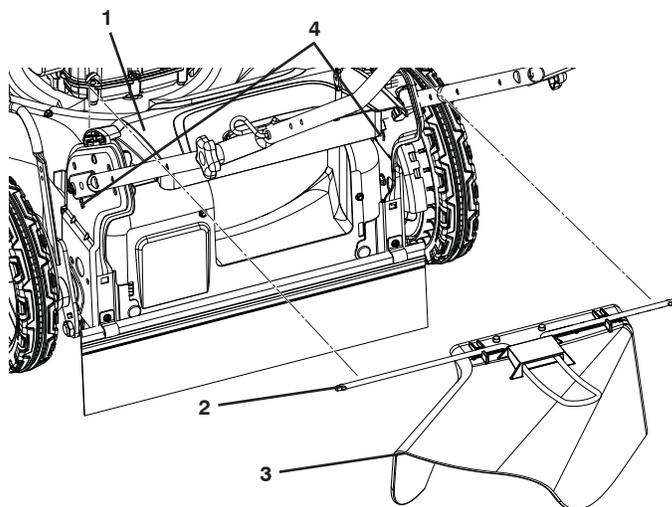

Figure 14
1. Soulevez la porte arrière et installez les bras de la barre du déflecteur de l'herbe coupée dans les fentes des supports du guidon comme montré (Figure 14).